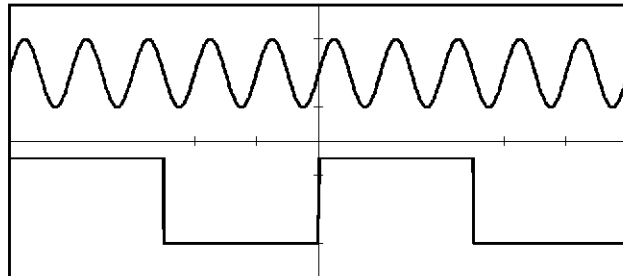

図 8-10 コンティニューアス、Pos の波形
13. 図 8-10 のように、トリガ信号の上がりエッジから連続して正弦波信号が出力していることをオシロスコープで確認します。